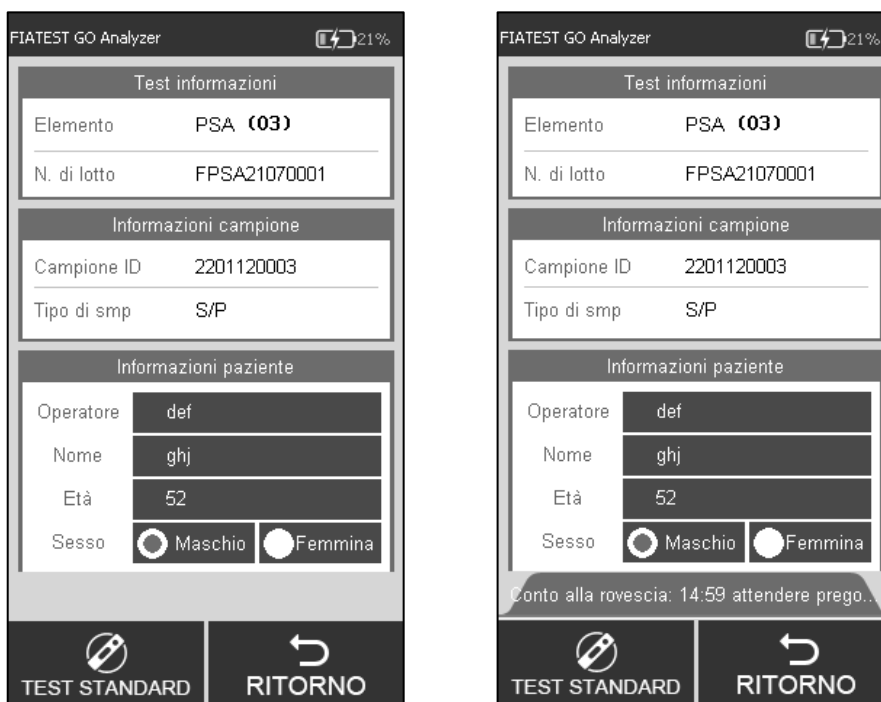

Fig 35
**Passo 7:** Inserire la cassetta del test nello slot immediatamente dopo l'aggiunta del campione (e l'aggiunta del buffer, se necessario) cliccare su " **TEST STANDARD** ". L'analizzatore inizierà il conto alla rovescia per l'incubazione. Attendere il tempo di incubazione predeterminato per ciascun test (Rif Fig 35).